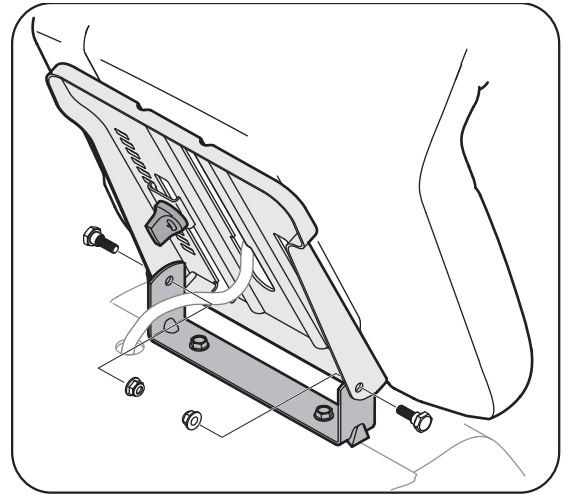
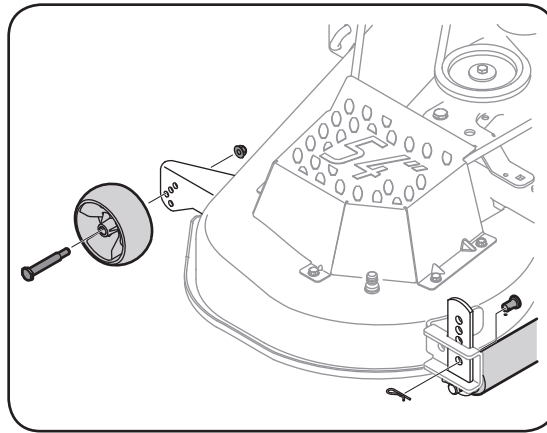

Figure 3-4
Figure 3-6
2. Alignez les trous avant du support de montage du siège avec les trous dans le support de pivotement du siège sur le tracteur et fixez avec les vis hex. et les écrous enlevés précédemment. Voir les Figure 3-6 ou Figure 3-4.
Pour ajuster la position du siège, desserrez les deux boutons en-dessous du siège. Voir la Figure 3-4. Avancez ou reculez le siège à la position désirée. Resserrez le bouton.
- Démontez les roues de guidage avant en enlevant les contre-écrous et les vis à épaulement qui les maintiennent sur le plateau de coupe. Voir la Figure 3-6.
- Enlevez les axes de chape et les goupilles épingles des supports de droite et de gauche du rouleau du plateau de coupe. Voir la Figure 3-6.